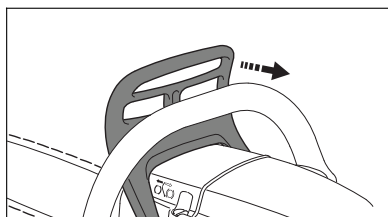

Рис. 44
- Защиту для рук потянуть к трубчатой рукоятке (рис. 44)